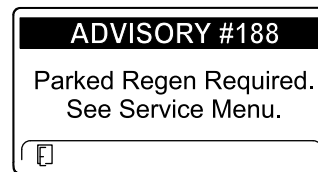

Bild 53
- Eine geparkte Regenerierung ist erforderlich, ADVISORY #188 (Bild 53)